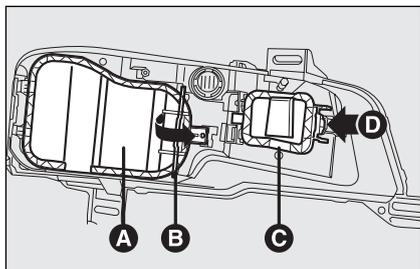

fig. 27
- rimuovere il coperchio di protezione **A** e **C-fig. 27** sganciando i relativi dispositivi di ritegno **B** e **D**;